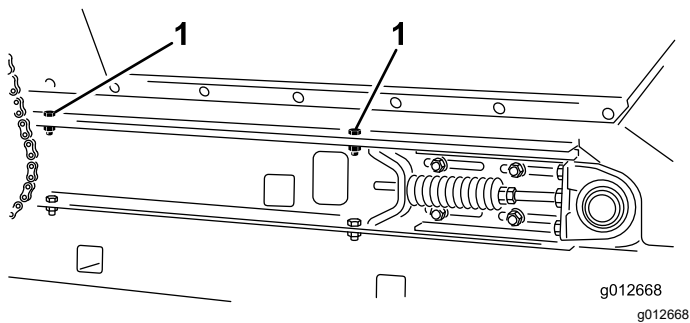

Figure 31
2. De chaque côté de la machine, retirez les 2 vis, les 2 rondelles et les 2 contre-écrous qui fixent la trémie sur les rails du cadre coulissant (Figure 31).